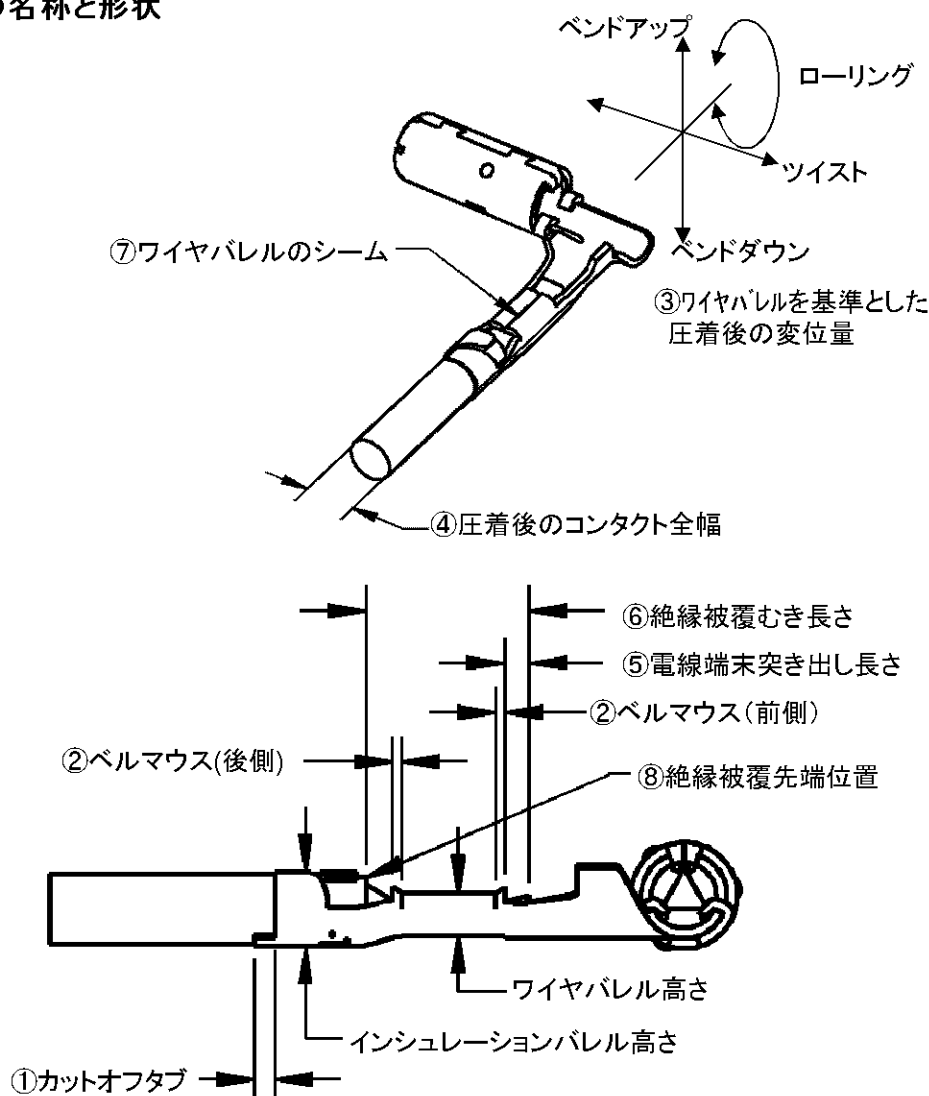

図1
後側	0.1~0.5 mm 図 1-②
ローリング	±10° 以下 図 1-③